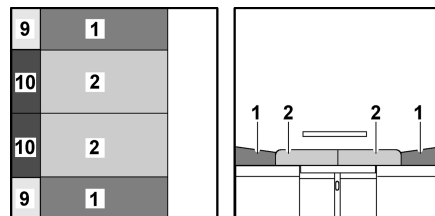

Bild 104 Nach dem Umbau
- Die Sitzpolster (Bild 104,2) nach vorn und zur Mitte ziehen.
- Die Rückenpolster (Bild 104,1) zwischen die Sitzpolster und die Wand legen.
- Die Zusatzpolster (Bild 104,9) zwischen die Rückenpolster und die Wand legen.
- Die Zusatzpolster (Bild 104,10) zwischen die Sitzpolster und die Wand legen.
- ▷ Je nach Modell müssen an Stelle des zweiten Rückenpolsters (Bild 104,1) und des zweiten Zusatzpolsters (Bild 104,9) zwei kleinere Zusatzpolster eingelegt werden.